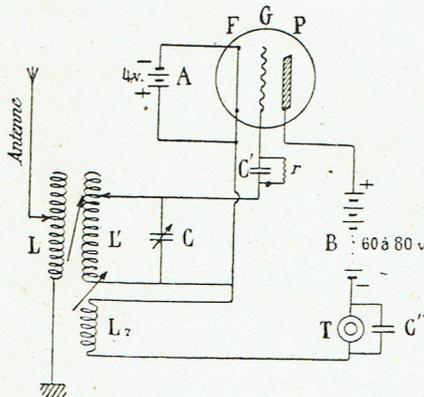
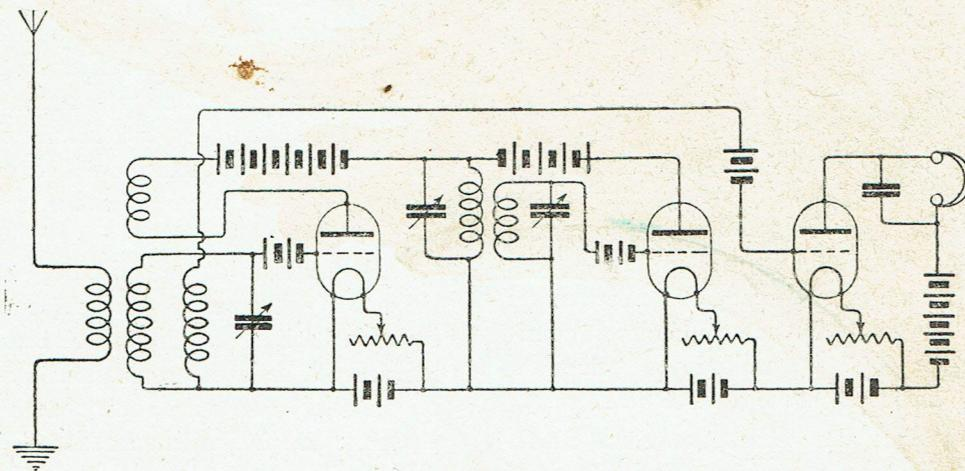

Fig. 1. Lampe détectrice à réaction (montage classique)
Fig. 2.
Dans le cas où l'on utilise une bobine de réaction (bobine  $L_2$ , figure 1) dans le circuit-plaque, l'im-
portance de la régénération dépend du degré de couplage magnétique entre cette bobine de réaction et la bobine de grille (1). Quand on utilise un variomètre dans le circuit-plaque (*Radio-Revue*, N° 4, pages 95, figure 2 et p. 102, figures 1 et 2), le couplage se fait par la capacité entre grille et plaque du tube à vide lui-même, et l'importance de ce couplage est déterminée par la valeur de l'inductance du variomètre.
La figure 2 montre comment l'on peut commander la régénération en faisant varier le voltage de plaque. La première lampe est montée avec réaction, afin d'imprimer au circuit de grille une résistance « négative ». Les signaux reçus sont transmis par induction au circuit de grille, amplifiés par la première lampe et ré-appliqués à la grille par l'intermédiaire de la bobine de réaction. On donne à cette bobine un couplage suffisamment serré avec la bobine de grille pour que le point d'accrochage soit dépassé.
On voit que le montage de la figure 2 comporte les circuits usuels d'un oscillateur. Les selfs et condensateurs sont choisis de façon à donner, par exemple la fréquence 10.000, ce qui correspond à une longueur d'onde de 30.000 mètres).
Le circuit de grille de la première lampe (fig. 2) est couplé par une self apériodique au circuit de grille de la troisième lampe, qui agit comme détectrice. La détection est obtenue par l'application directe
Le système représenté figure 2 n'offre pas de grandes difficultés d'emploi ou de réglage. Les conden-